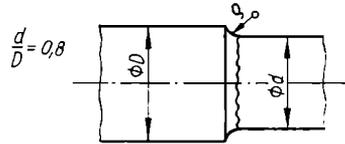

Bild 15
31. Für die in Bild 15 abgebildete Stange ist eine Nennspannung von 700 kp/cm^2 errechnet worden. Beanspruchungsart: wechselnd auf Zug und Druck. Werkstoff: St 60. $\sigma_{WZ} = 2000 \text{ kp/cm}^2$, $\eta_k = 0,5$; $\sigma_k = 1,1$. Wie groß ist die tatsächliche Sicherheit